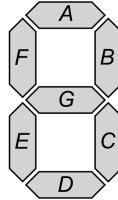

Figura 3
- b) Dissenyeu un circuit que, a partir de les variables $B_2B_1B_0$, representi en un display de 7 segments (Figura 3) el valor 'L' (Low) quan la temperatura sigui menor que 20°C , un guió mig '-' quan la temperatura sigui la correcta i el valor 'H' (High) quan aquesta sigui major que 25°C .